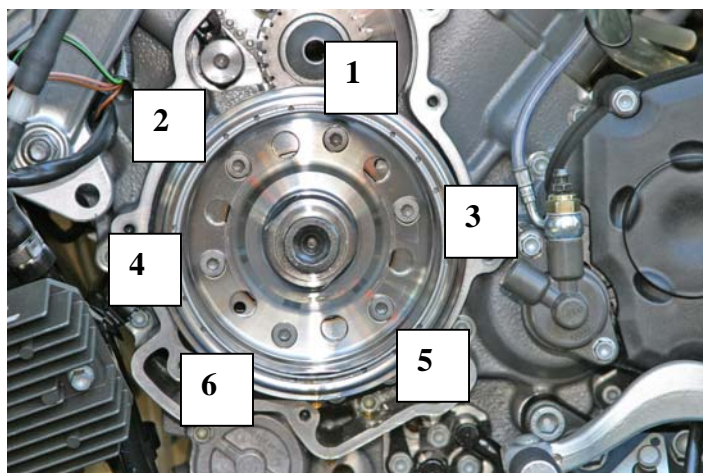

Bild 2
- 5.) Die Schrauben einzeln, Schraube für Schraube (keinesfalls alle auf einmal) in der Reihenfolge der Zahlen (Bild 2) ausdrehen und die Gewindebohrung mittels Bremsenreiniger auswaschen. Dazu ist es vorteilhaft, wenn das Motorrad am Seitenständer steht.